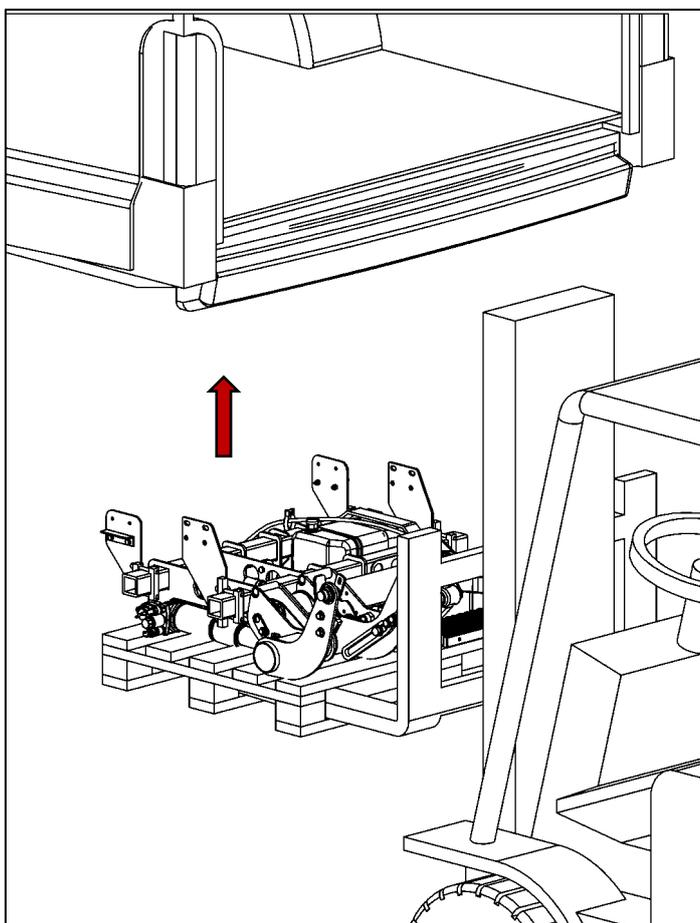

Fig. 26
- Coloque el mecanismo de elevación preparado (en un pallet) debajo del vehículo utilizando un medio de transporte adecuado, p. Ej. transpaleta, montacargas, etc. (ver Fig. 26).